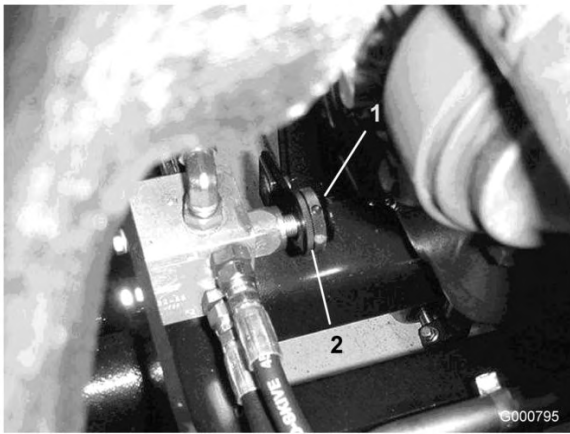

図 90
5. 調整バルブはリア・アクスルの前部にある（図 90）。
6. ノブを固定しているピンをゆるめる (図 90)。